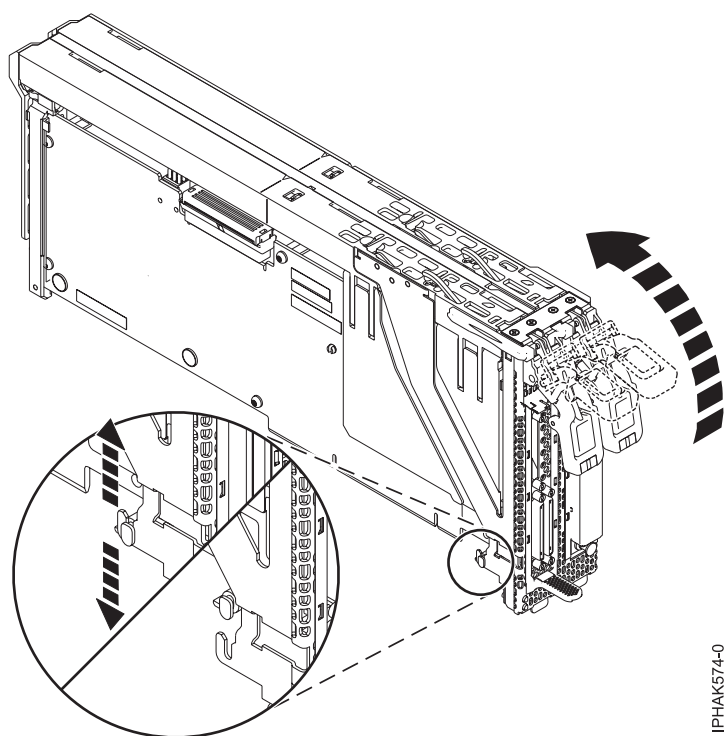

Figure 70. Dépose du cache
7. Vérifiez que les bras de verrouillage sont abaissés au début de cette étape. Libérez ensuite le taquet situé en bas du bloc-cassette des encoches du cache et relevez les bras de verrouillage. Voir figure 70, à la page 86.